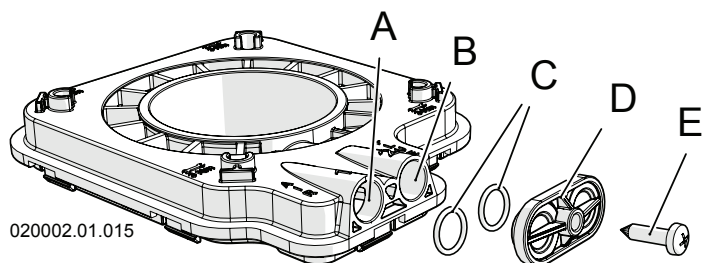

Figura 6-10 - Prese di analisi combustione
- 1.- collegare un analizzatore di combustione nella apposita presa sul raccordo di scarico fumi "B" di figura 6-10 e 6-11;